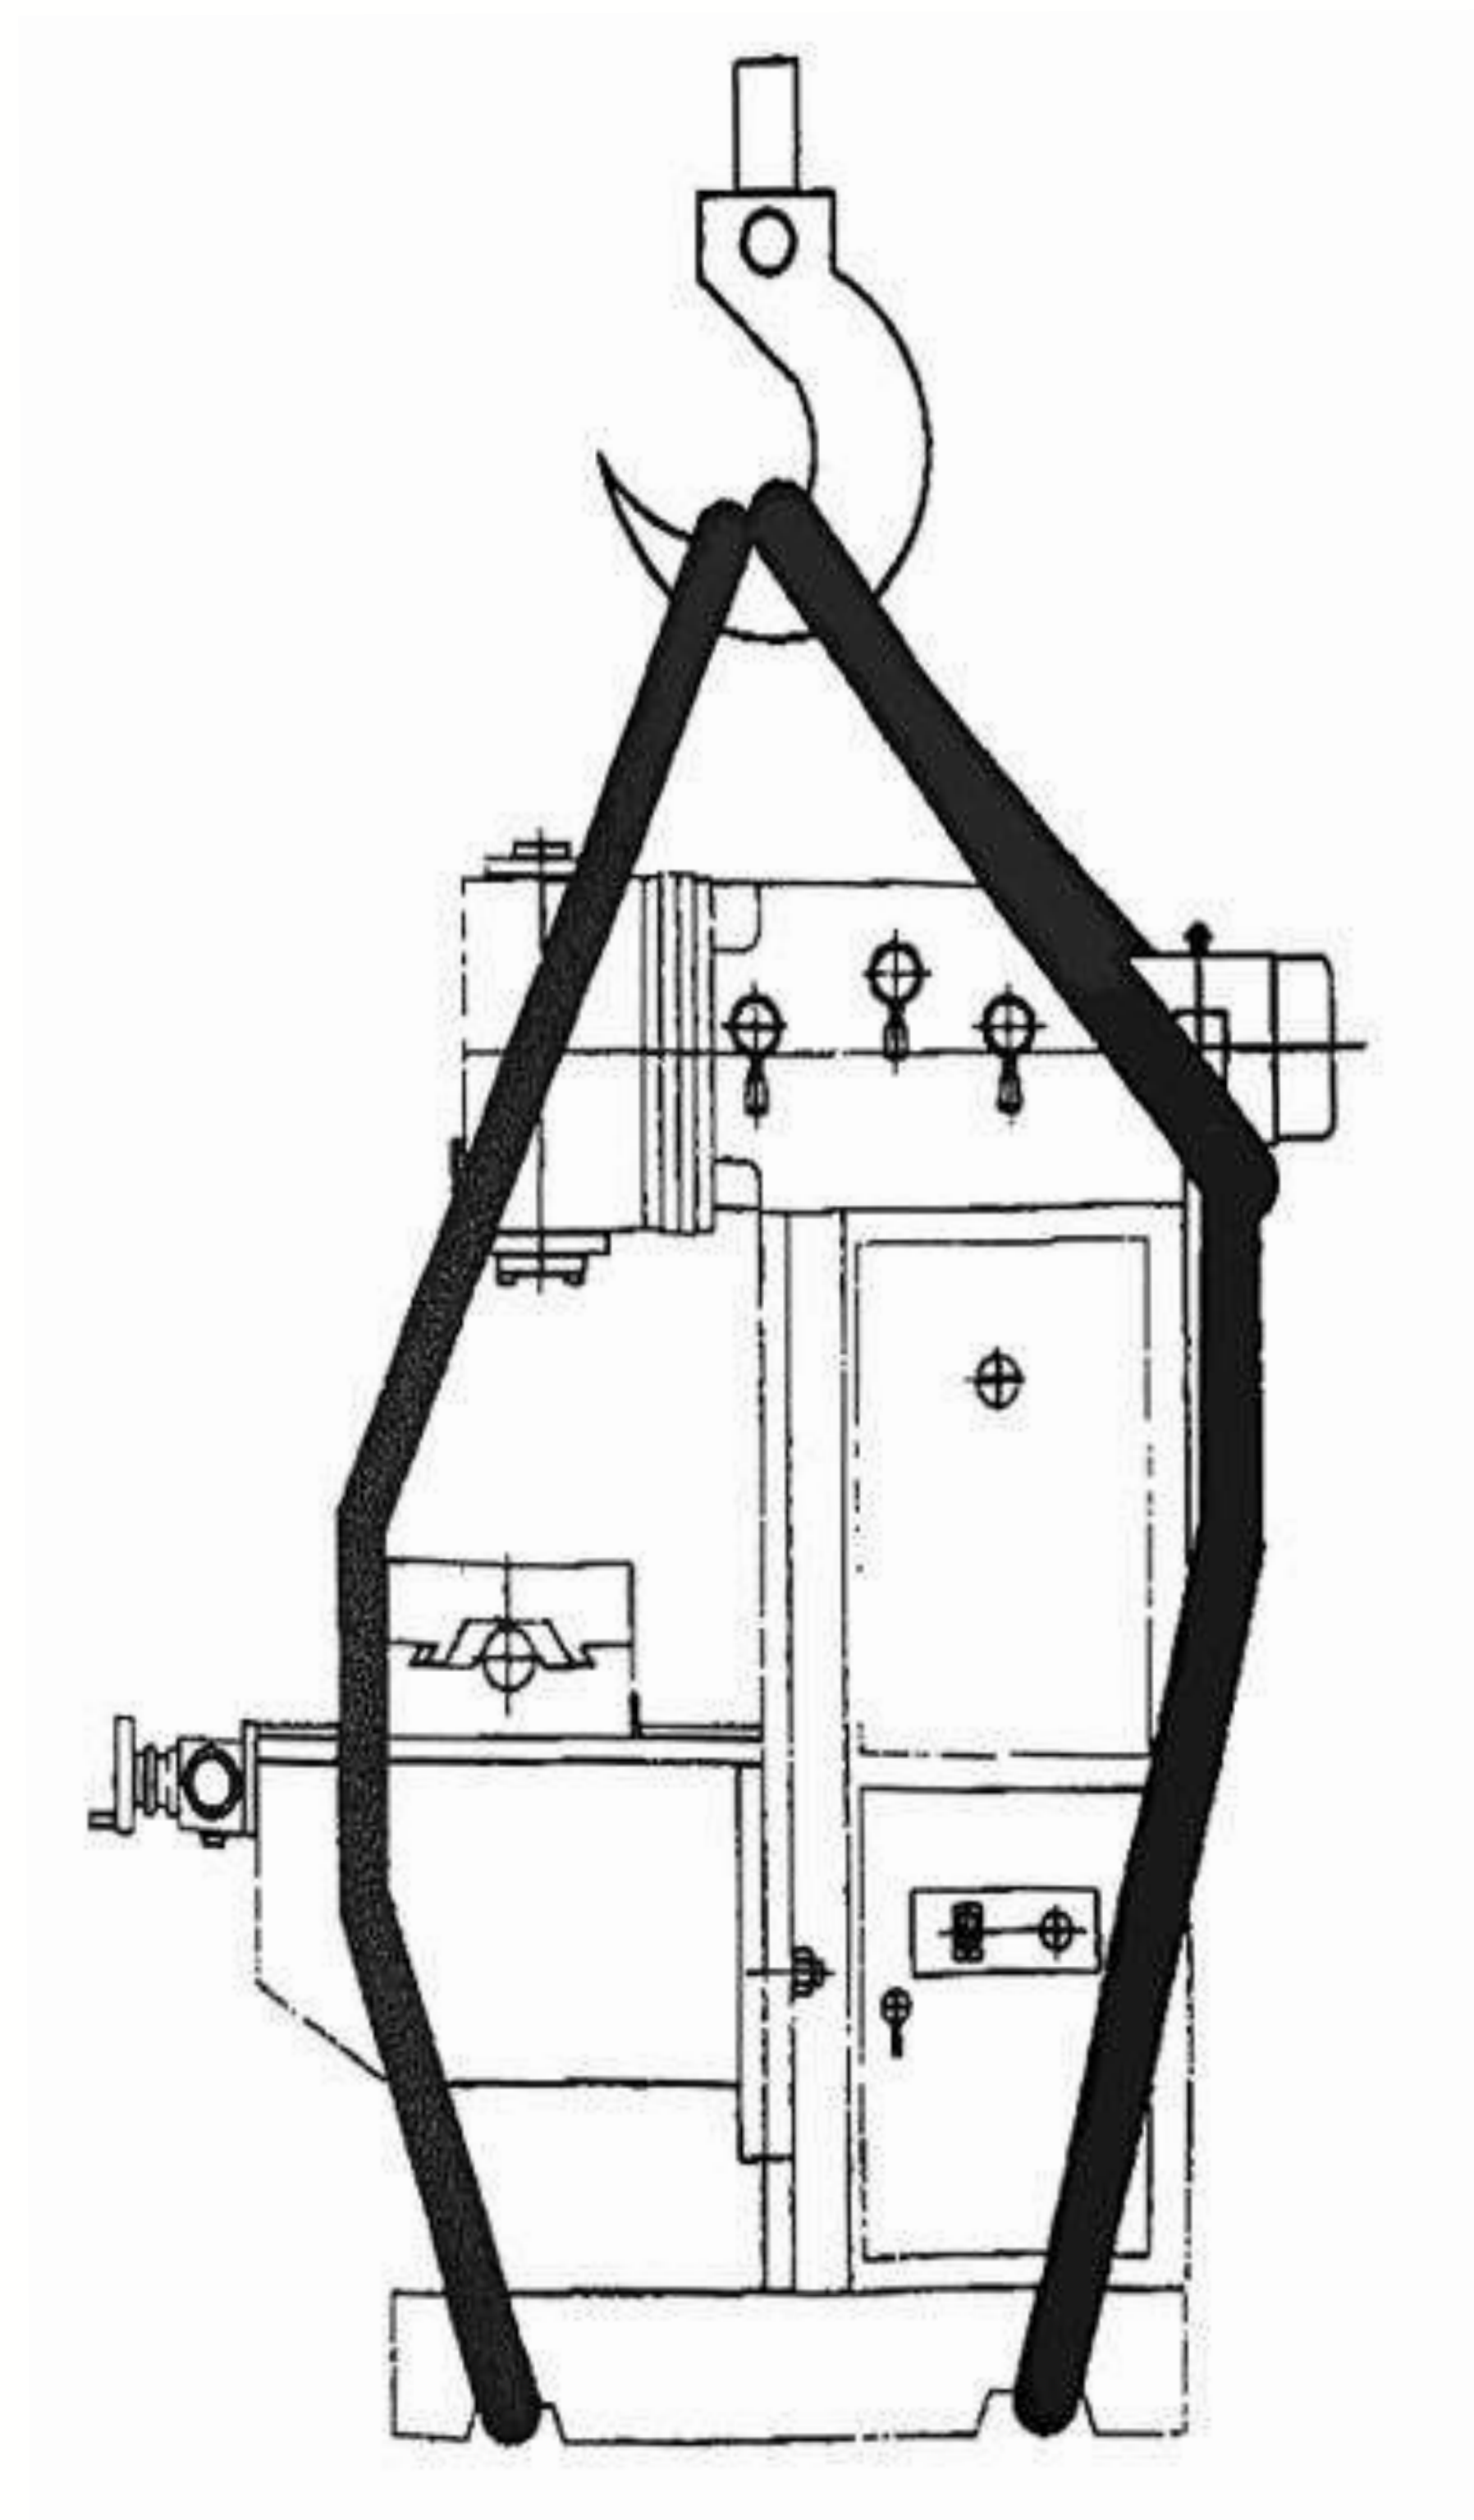

Рис.7 СХЕМА СТРОПОВКИ
- При использовании подъемного крана стропы должны крепиться за специальные проушины (см. Рисунок 7). Перед подъемом необходимо снять поддон для сбора стружки (водосборник). При строповке следить, чтобы стропы не касались обработанных поверхностей станка, рукояток и маховичков. В местах контакта стропов с поверхностью станка необходимо использовать деревянные или мягкие прокладки.